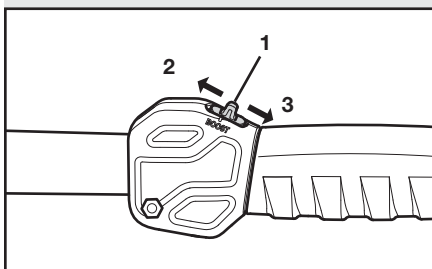

Fig. 5
Si nécessaire, le bouton de commande (1) de l'alimentation permet à l'opérateur de basculer entre les modes Boost (2) et Eco (3) (Fig. 5) :
Enfoncez le bouton de commande de l'alimentation vers l'avant pour activer le mode Boost (Fig. 5). Enfoncez de nouveau le bouton de commande de l'alimentation pour retourner au mode Eco (Fig. 5).